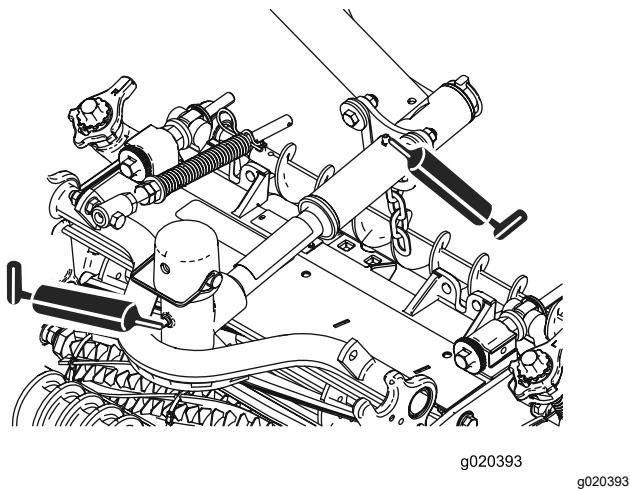

図 51
- カuttingユニットのピボット各2ヶ所 図 51を参照。